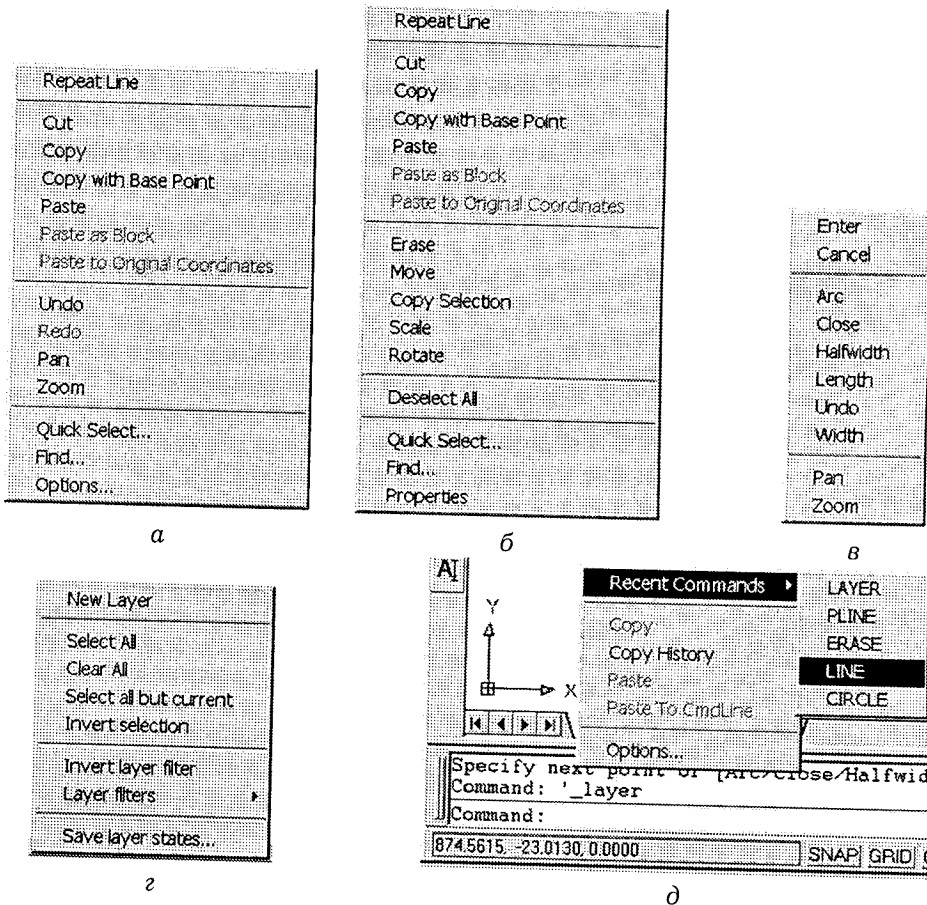

Рис. 1.8
- **Стандартне меню** (рис. 1.8, а) виводиться при позиціюванні курсору в графічній області вікна AutoCAD, якщо в цей час не виконується жодна команда.
- **Меню режиму редагування** (див. рис. 1.8, б) виводиться натисканням правої кнопки миші, якщо на кресленні виділений якийсь об'єкт (або кілька об'єктів), але при цьому не виконується жодна команда.
- **Меню режиму команд** (див. рис. 1.8, в) виводиться у разі, коли виконується якась команда. Зміст меню залежить від типу команди.
- **Меню діалогового вікна** (див. рис. 1.8, г) виводиться, коли курсор миші знаходиться в діалоговому вікні. Зміст меню визначається видом поточного діалогового вікна.
- **Меню командного рядка** (див. рис. 1.8, д) виводиться, якщо курсор миші знаходиться в командному рядку.